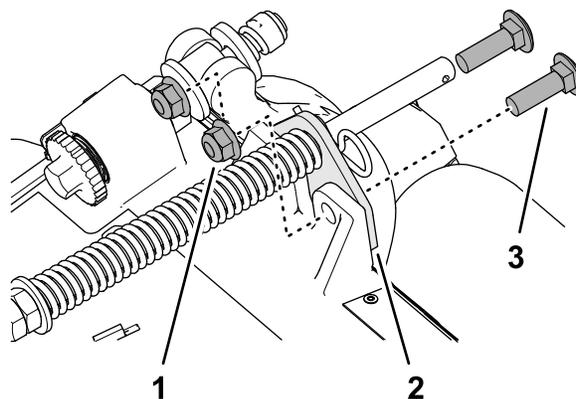

Рисунок 18
2. Удалите 2 фланцевые контргайки (3/8 дюйма) и 2 каретных болта (3/8 x 1 1/4 дюйма), которые крепят кронштейн компенсатора состояния грунта к раме режущего блока (Рисунок 18).